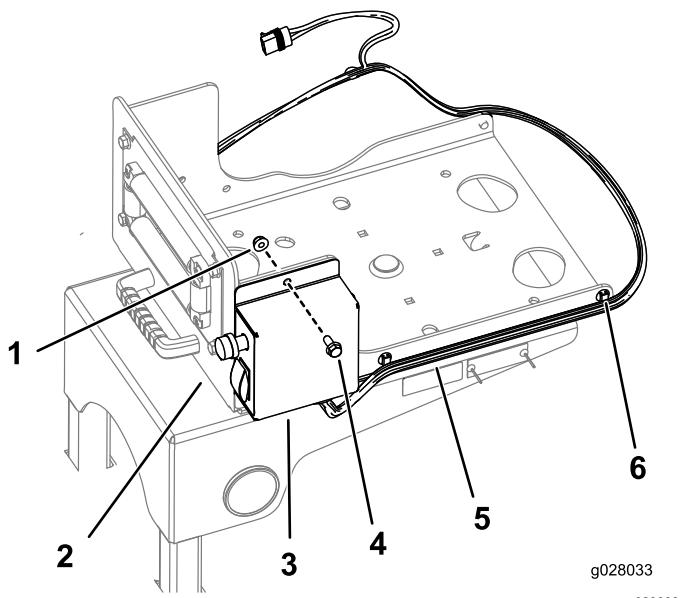

Figura 21
- 3. Monte la caja de interruptores en el soporte giratorio con 2 pernos ($\frac{5}{16}$ "-18 x $\frac{1}{4}$ ") y 2 tuercas con arandela prensada ($\frac{5}{16}$ "-18), como se muestra en la Figura 21.
4. Sujete el arnés de cables al lateral del soporte giratorio usando los clips existentes (Figura 21).